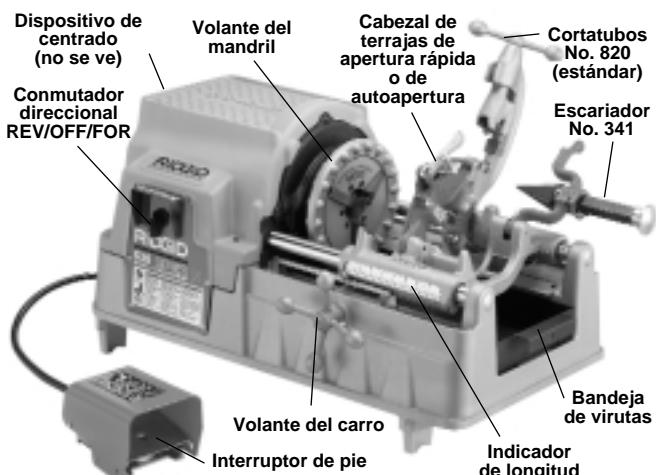

Figura 5 – Roscadora Manual de tubos y pernos No. 535
- Asegure que la Roscadora esté desenchufada y que su comutador direccional se encuentre en la posición de OFF (apagado) (*Figura 5*).
4. Asegure que el interruptor de pie esté presente y acoplado a la Roscadora (*Figura 5*).